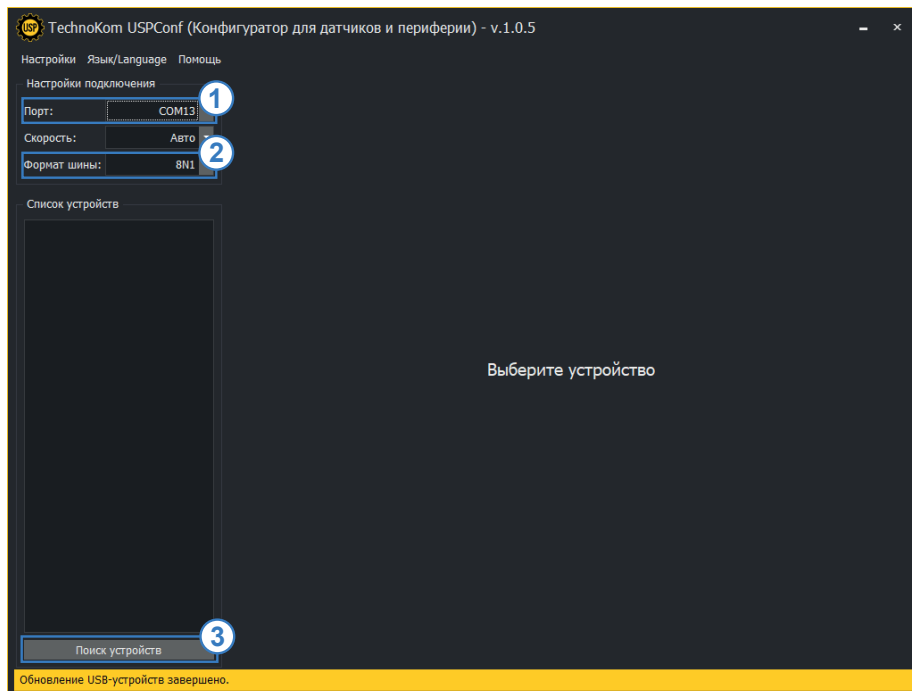

Рис.8. Поиск датчиков угла наклона ТКАМ.
- в программе USPConf выберите COM-порт к которому подключен датчик (Рис.8, п.1). Посмотреть порт можно в Диспетчере устройств системы.
- настройте формат шины (Рис.8, п.2). По умолчанию – 8-N-1;
- нажмите на кнопку «Поиск устройств»(Рис.8, п.3);